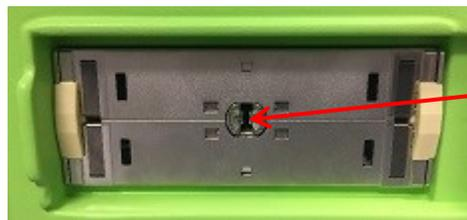

Figure 20 : Encoche de verrouillage sur le compartiment du connecteur de la sonde
2. Aligner la *broche de verrouillage* (voir la Figure 19) du connecteur de la sonde sur l'*encoche de verrouillage* située sur le *compartiment du connecteur de la sonde* du système ExactVu (voir la Figure 20) de sorte que le connecteur de la sonde soit orienté comme indiqué dans la Figure 21.